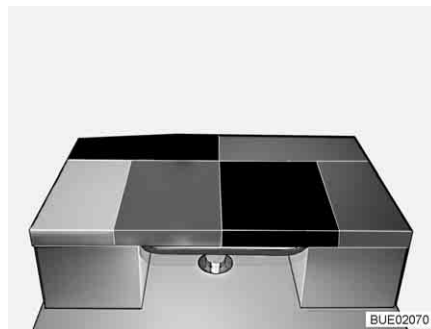

Fig. 144 Dopo la trasformazione
- Posizionare il cuscino aggiuntivo sul tavolo (vedi Fig. 144). Appoggiare il lato obliquo del cuscino sul sedile laterale della dinette a L.